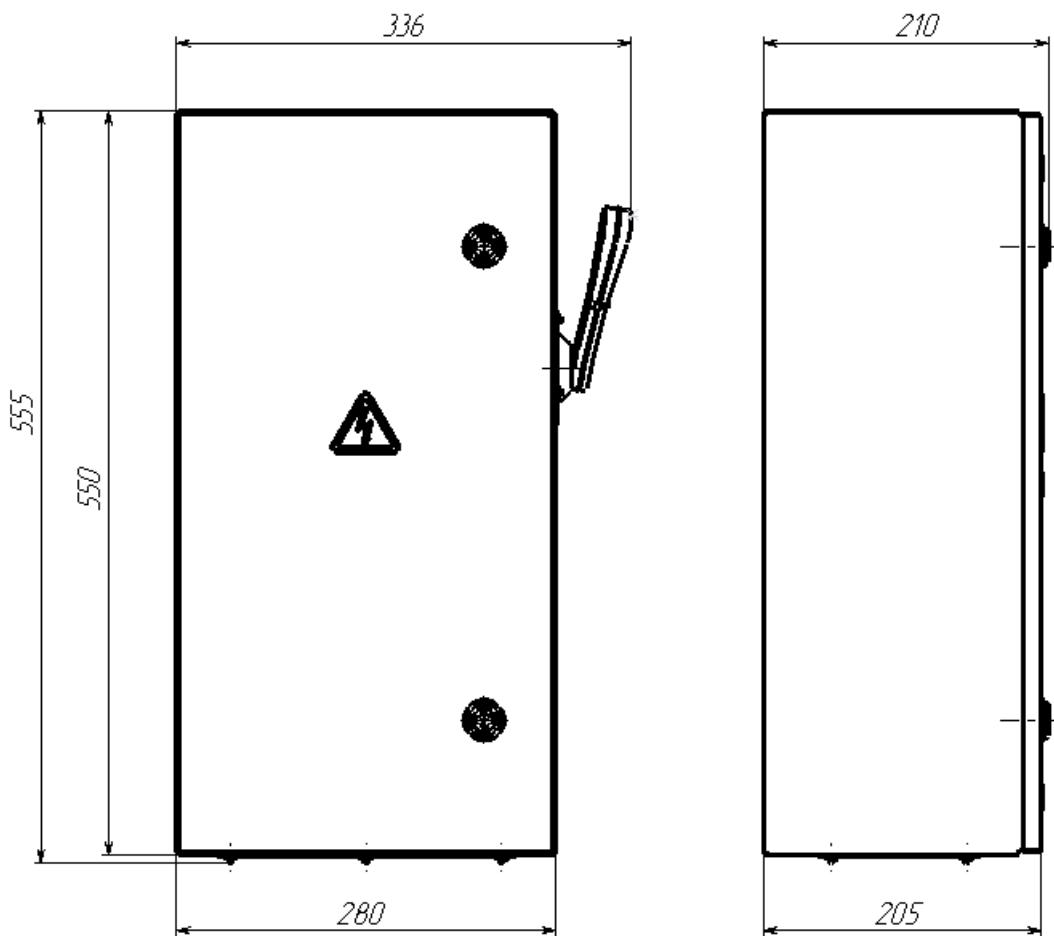

Рис.1 Внешний вид, габаритные и установочные размеры корпуса ящика силового ЯРП-250П-Узола.
2.10 Рабочее положение ящиков в пространстве	- см. рис.1; - 150мм.кв. - 8 кА